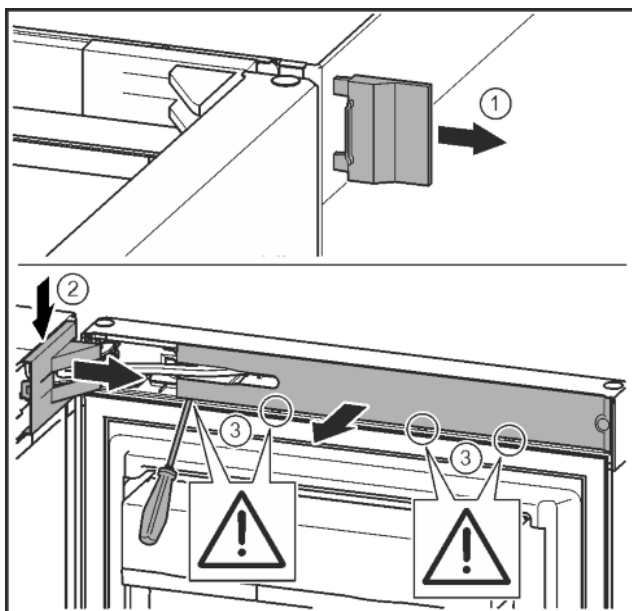

Fig. 7
- Sejměte vnější kryt. Fig. 7 (1)
- Odjistěte a uvolněte kryt stojanu ložiska. Sejměte kryt stojanu ložiska. Fig. 7 (2)
- Plochým šroubovákem odjistěte lištu a otočte ke straně. Fig. 7 (3)